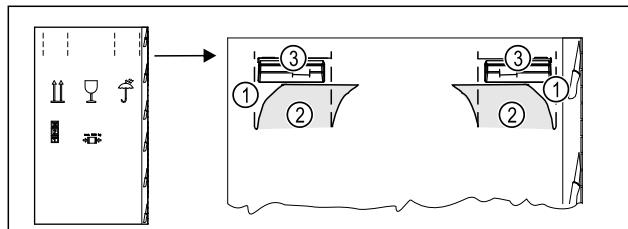

Fig. 4
- Verpackungskarton oben an der Perforierung Fig. 4 (1) eindrücken.
- Eingedrückte Laschen Fig. 4 (2) herausziehen.
- Tragegriff Fig. 4 (3) rechts und links ist sichtbar.
- Gerät an den Tragegriffen Fig. 4 (3) halten.